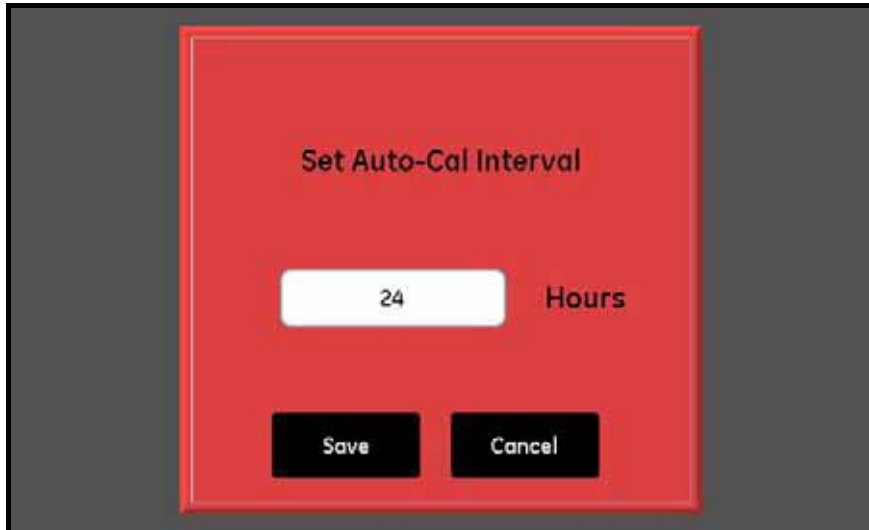

図57 : 自動校正間隔（Auto-Cal Interval）設定画面
1. Probe Configuration 画面から、Auto-Cal Setup ボタンをタップし、希望のプローブの Set Auto-Cal Interval 画面にアクセスします（下図 57 参照）。